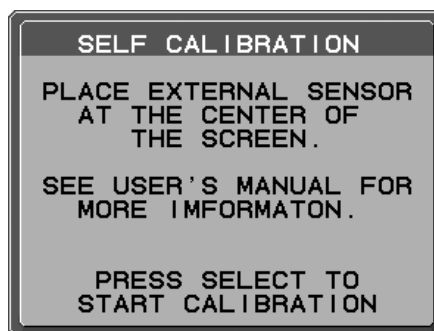

Рисунок S.2
3. Для выполнения данной процедуры необходимо поместить внешний цветоанализатор ближнего диапазона в центр панели дисплея (Рисунок S.2). Поместите внешний цветоанализатор ближнего диапазона в центр панели дисплея, затем нажмите SELECT.